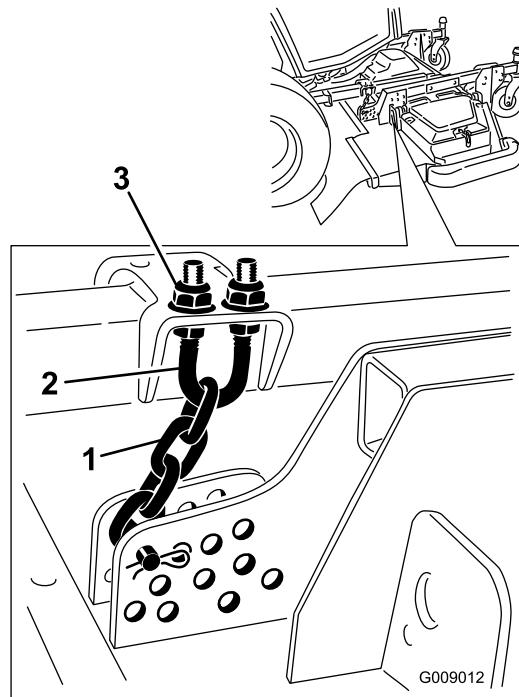

Figura 94
5. Afloje las contratuerzas de la parte superior o inferior del perno en U de la cadena de altura de corte (Figura 94).